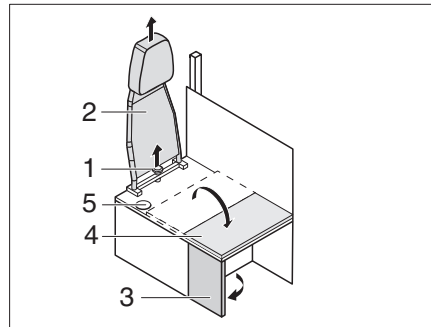

Bild 212 Ombyggnad körning - boende
- Skruva ur stjärnskruven (Bild 212,1) och ta av ryggstödet (Bild 212,2) uppåt.
- Fäll ut sidovägg (Bild 212,3).
- Fäll sittbänksförlängningen (Bild 212,4) på sidoväggen.
- ▷ Omvänd ordningsföljd gäller vid ombyggnad från boende till körning. Var noga med att säkerhetsbältet dras genom öppningen (Bild 212,5).